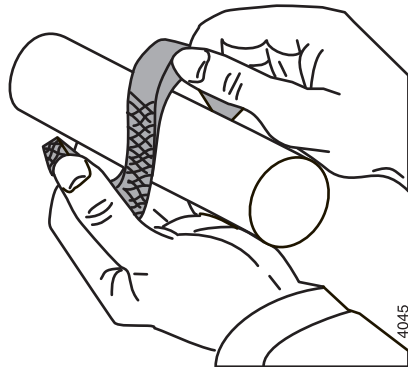

Рисунок 20: Сгибание раскрывающихся набивочных колец сальникового уплотнения.
- 1 Установите 5 набивочных колец. Установите набивочные кольца со смещением открытых сторон. Набивочные кольца можно изгибать лишь раскрывая в осевом направлении, см. рисунок 20.